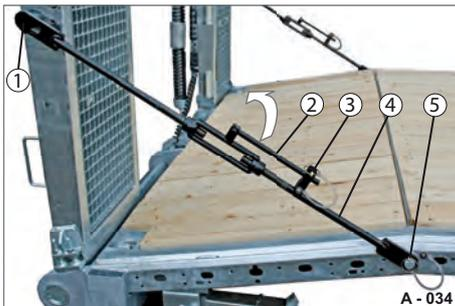

Abb. 44 Sicherungsspanner entsichern
- ▶ Sicherungsstift (Abb. 44/3) herausziehen, Hebel (Abb. 44/2) nach oben schwenken.
- ▶ Hebel (Abb. 45/1) drehen, bis sich der Sicherungsspanner (Abb. 44/4) entspannt hat. Sicherungsspanner ist locker und kann oben vom Zapfen (Abb. 44/1) abgenommen werden.